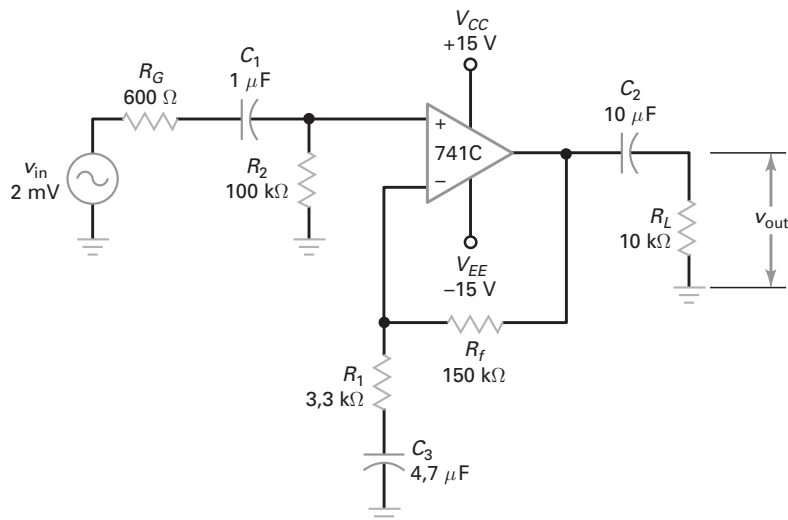

Figura 18-38
- 18-6** Qual o ganho de tensão na banda média do circuito na Figura 18-38? Quais são as frequências de corte superior e inferior?